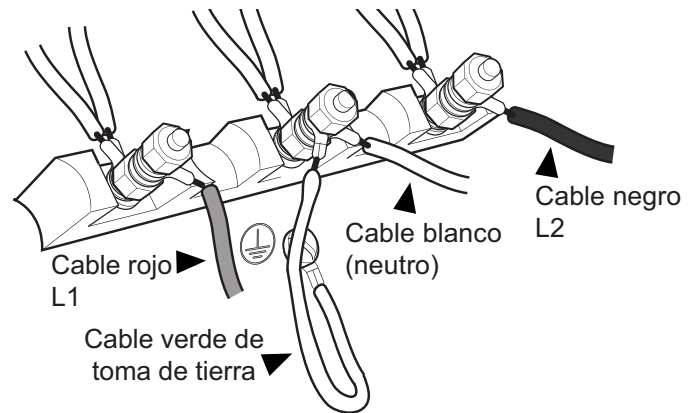

Figura 14: Conexión de 3 cables
4. Fije el cable neutro de tierra del circuito de alimentación al contacto central (color plata) de la caja de conexiones (vea la *Figura 14*).